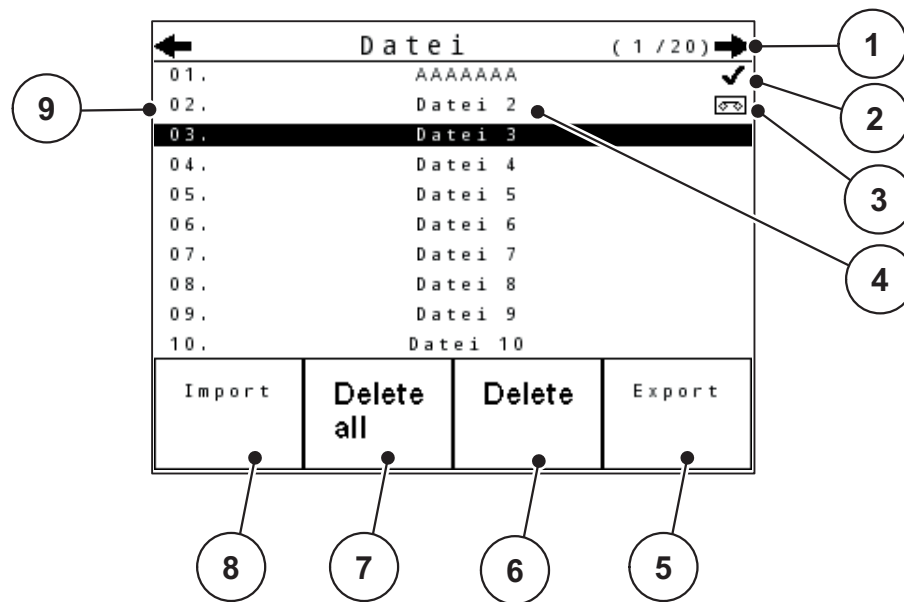

Bild 4.15: Menü Datei
2. Funktionstaste **F1 Import** (Siehe Bild 4.15) drücken.
2. Funktionstaste **F4 Export** drücken (Siehe Bild 4.15).